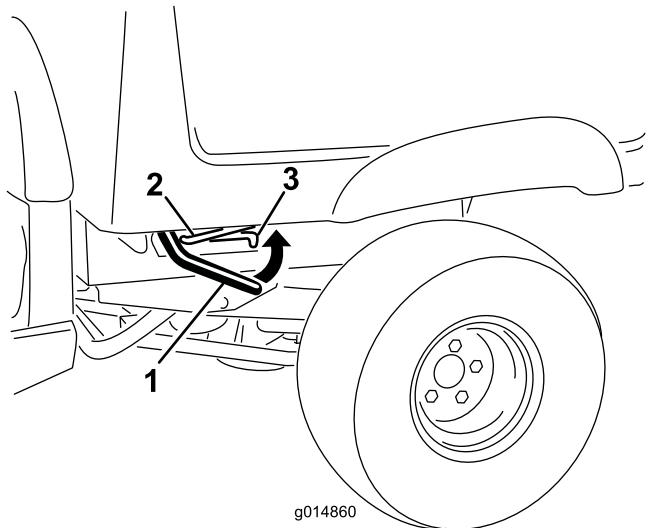

Figure 14
1. Levez le levier de chaque côté du plateau et levez le plateau (Figure 14).
1. Levez légèrement le plateau en levant le levier de verrouillage (Figure 14).